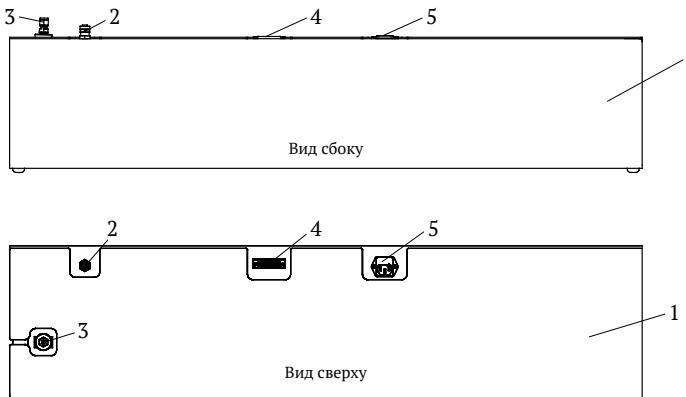

Рис. 3. Внешний вид блока силового:
4.3 Внешний вид силового блока показан на рис. 3.
4.8 Силовой блок состоит из корпуса 1 (Рис. 3), внутри которого расположен штоковый насос приводимый в движение электродвигателем посредством шарико-винтовой пары. Там же расположен блок управления двигателем и блок питания всей системы. Электронная схема системы позволяет управлять двигателем в очень широком диапазоне скоростей, что позволяет получать разные скорости изменения давления.